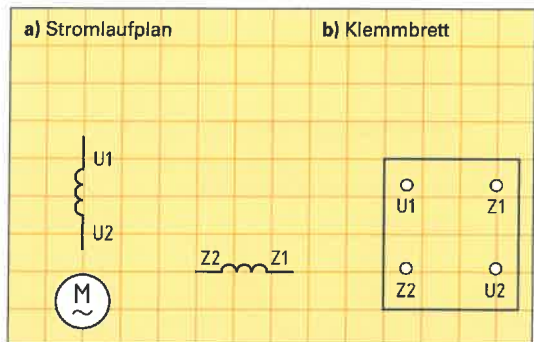

Bild 3: Kondensatormotor im Linkslauf
3. Ergänzen Sie a) die Stromlaufpläne und b) die Anschlüsse am Klemmbrett, um Rechtslauf (Bild 2) und Linkslauf (Bild 3) zu erzielen.